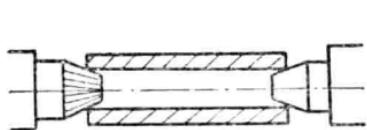
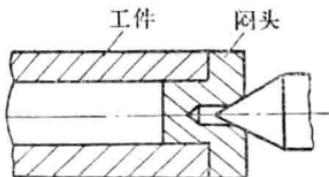

图15 用伞形頂針安装工件。
图16 用輔助中心孔安装工件。
(11) 车削较长的套类工件时，一般是先车好内孔，然后以内孔作为基准来车外圆的。但这时不可能用这样长的心轴，因此必须用伞形顶针(或大顶针)来顶住工件(如图15)。如果没有伞形顶针，就可以在工件两端镶两块辅助中心孔(如图16)，俗称闷头。
(12) 在较长的轴类工件上钻孔或镗孔时，这时可以采用一